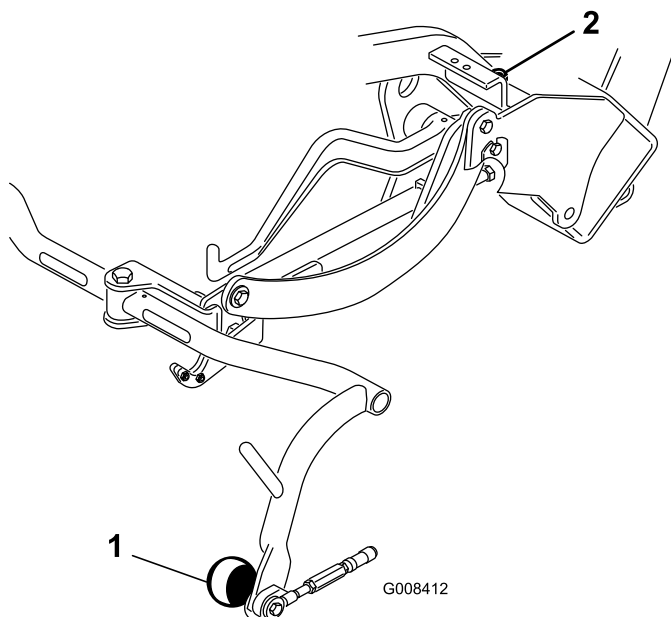

Bild 9
3. Sollte eine Einstellung erforderlich sein, lösen Sie die Klemmutter an der Anschlagschraube des Trägerrahmens (Bild 9) und drehen Sie die Schraube nach oben oder unten, um den Trägerrahmen anzuheben oder abzulassen. Ziehen Sie die Klemmutter nach dem Einstellen fest.